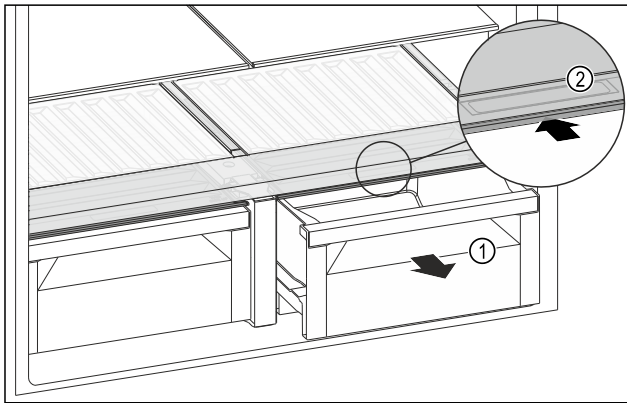

Fig. 133
- ▶ Schuifvak Fig. 133 (1) uittrekken.
- ▶ Greeplijst Fig. 133 (2) op het vakdeksel vastpakken en het vakdeksel gelijktijdig naar achteren schuiven.